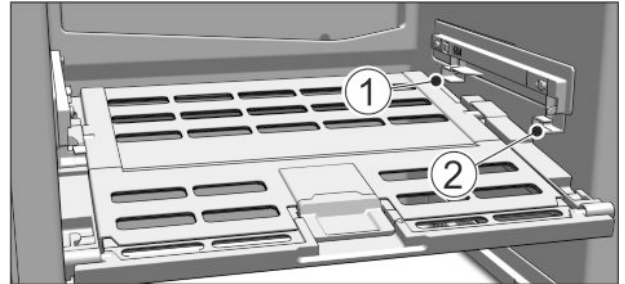

Fig. 17
► Deckel Fruit & Vegetable-Safe einsetzen: Deckelstege von unten in die hintere Halterung Fig. 17 (1) einführen und vorne in die Halterung Fig. 17 (2) einrasten.